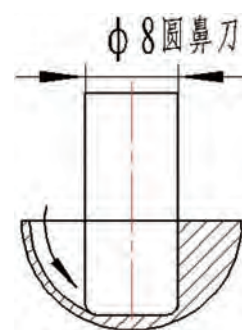

图 3
(2) 用 $\phi 8\text{R1}$ 的圆鼻刀开粗，铣削左侧区域，左侧区域留 0.2mm 精加工余量，如图 3 所示。